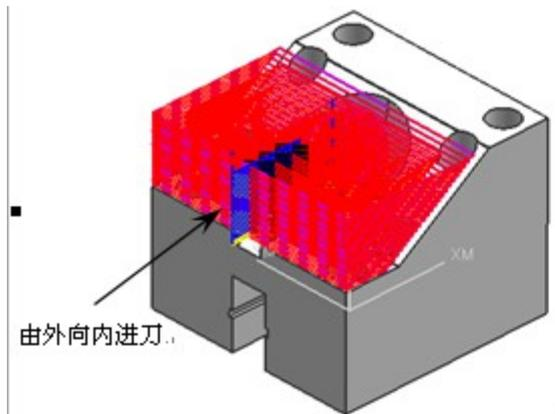

图3-15 向内.
- ⊕ **【向内】：**刀具从工件的外面进刀，多用于后模的开粗加工，如图 3-15 所示。↵